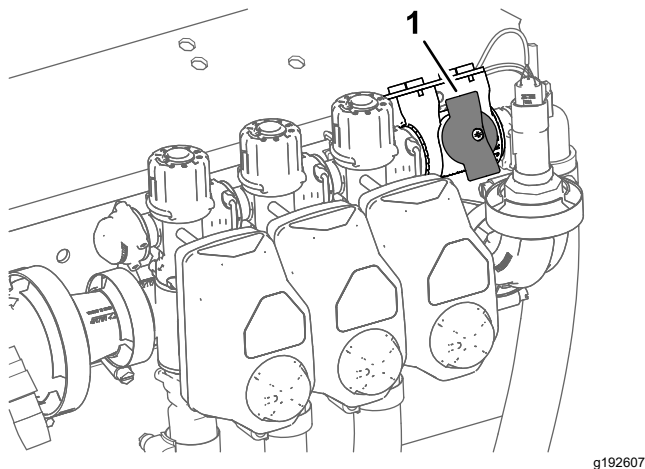

Figure 48
4. Pour les machines fonctionnant en mode débit d'application, vérifiez que le bouton de la vanne de coupure de dérivation de section à la position fermée (Figure 48).
5. Pour les machines fonctionnant en mode débit d'application, vérifiez que la vanne de coupure de dérivation de section est fermée (Figure 48).